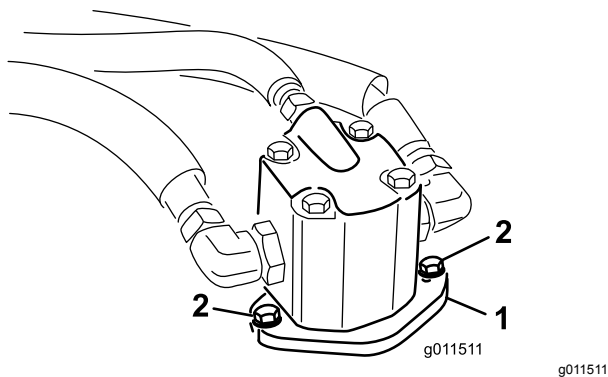

Figure 97
4. Enlevez les boulons qui fixent le moteur hydraulique au plateau de coupe (Figure 97). Soulevez le moteur et placez-le sur le dessus du plateau de coupe.